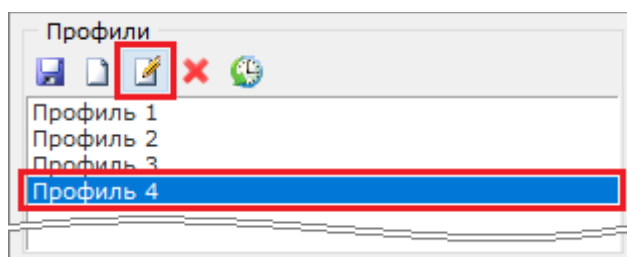

Рисунок 10-225 Переход к переименованию профиля
- либо нажмите кнопку  «Переименовать профиль» на панели инструментов области «Профили» (см. Рисунок 10-225);